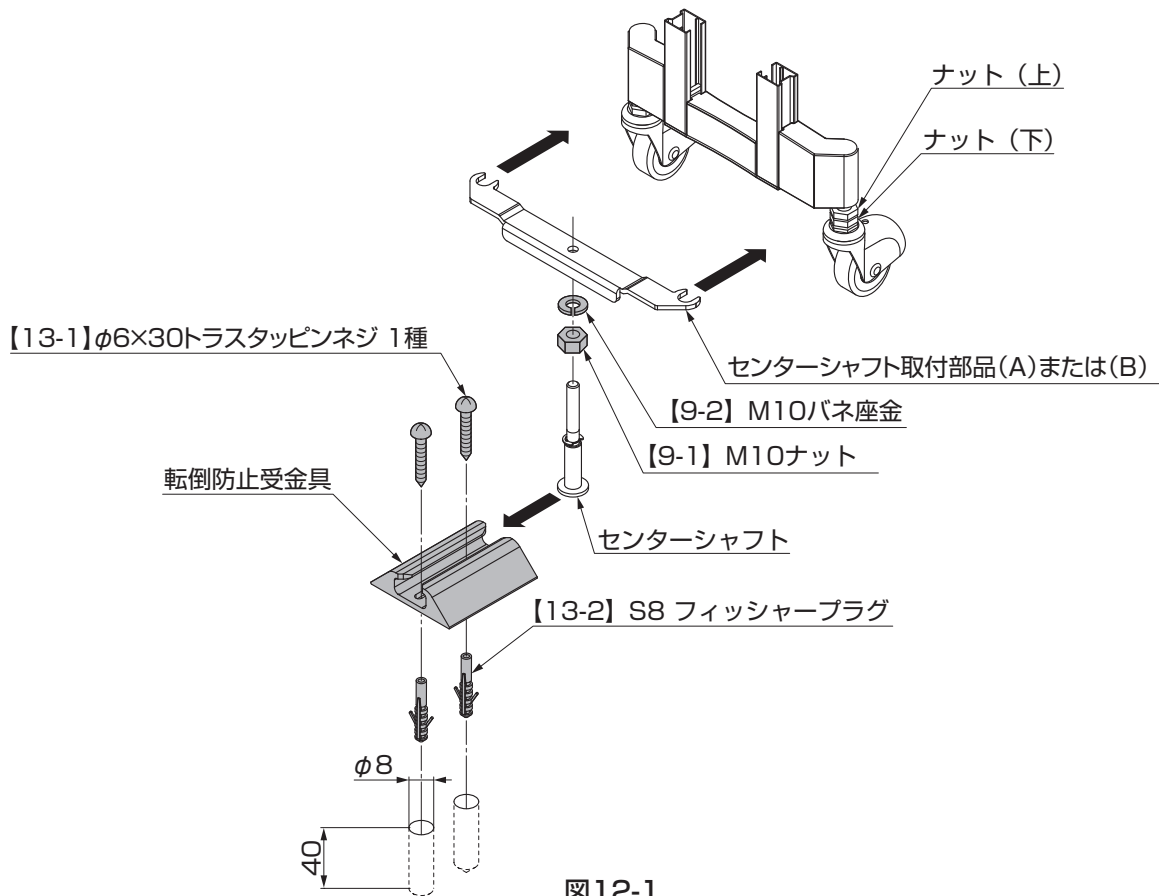

図12-1
- ① キャスター両側「ナット(上)」を下に下げてください。(図12-1参照)
- ③ 【9-1】および【9-2】を組付けた「センターシャフト」を、高さを調節して「センターシャフト取付部品」に固定してください。(図12-1参照)
- ④ 本体に取付けた「センターシャフト」の位置に合わせて、「転倒防止受金具」を施工してください。
- ⑤ 転倒防止受金具の長孔センター位置の地盤に、φ8深さ40以上の下孔をあけてください。(図12-1参照)
- ⑥ 【13-2】を圧入して、【13-1】で転倒防止受金具を固定してください。(図12-1参照)